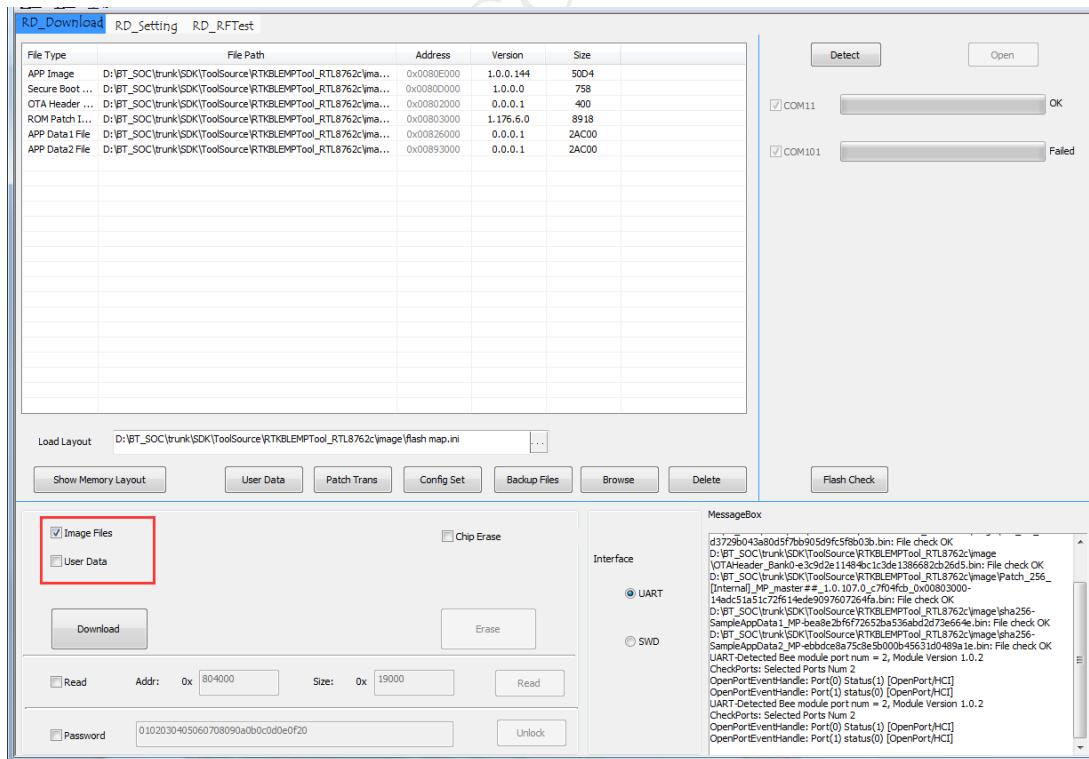

图 8-15 选择下载内容
7) 选择勾选“Image Files”和“User Data”复选框以选择是否下载对应文件，如图 8-15 所示。